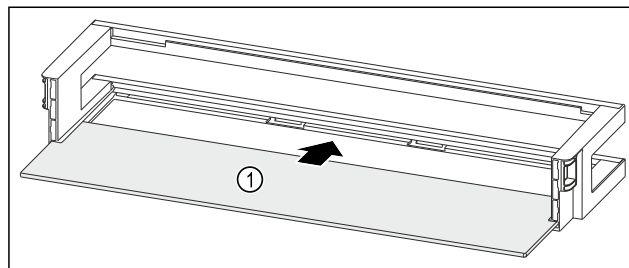

Fig. 52 Polica u vratima s policom za odlaganje
- ▶ Policu za odlaganje Fig. 52 (1) gurnite u bočne otvore.